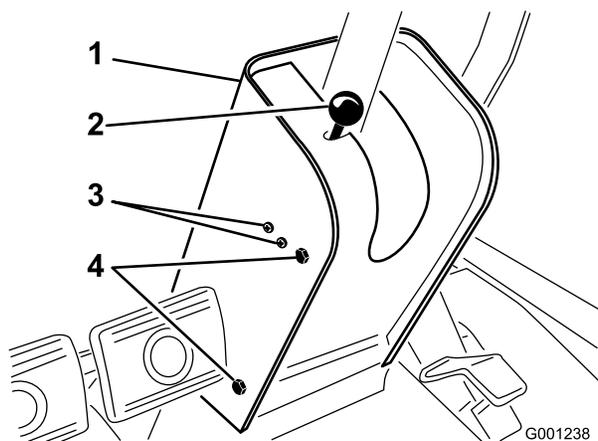

図 61
2. 駐車ブレーキ・ロッドのノブを外し、次にハンドルタワーのカバーを止めているネジを外す (図 61)。
4. 駐車ブレーキスイッチを固定しているネジをゆるめる (図 61)。